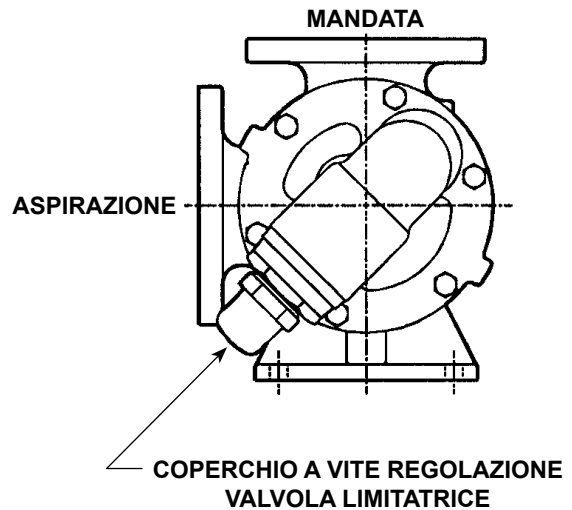

FIGURA 3
3. Il coperchio a vite di regolazione della valvola limitatrice deve essere sempre rivolto verso il lato dell'aspirazione della pompa. Se viene invertita la rotazione della pompa, rimuovere la valvola limitatrice della pressione e girarla sottosopra (Vedere "Rotazione Pompa" a pagina 10 per passi ulteriori richiesti per il corretto funzionamento). Vedere Figura 3.